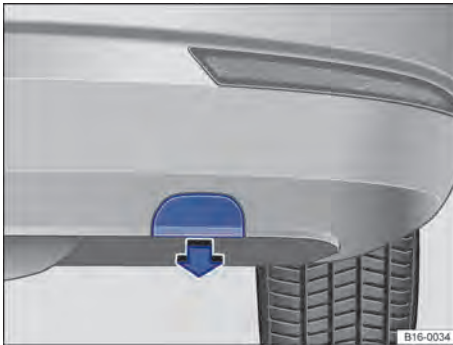

Fig. 261 No para-choque traseiro à direita: remover cobertura.
- Retirar cuidadosamente a cobertura no sentido da seta ⇒ **Fig. 261**. Para isso poderá ser necessário aplicar uma força um pouco maior.
- Empurrar a cobertura no sentido contrário ao da seta até o batente no para-choque ⇒ **Fig. 261**.